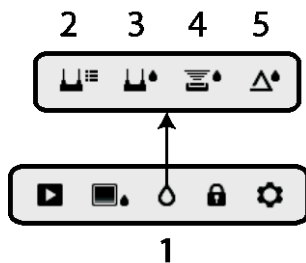

Рис. 5-4. Значки режимов
В главном меню выберите значок режима измерения влажности (1). См. рис. 5-4. Выберите один из четырех режимов измерения влажности (значки 2, 3, 4 и 5) как описано ниже.